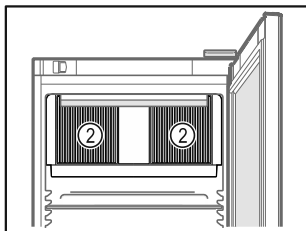

Fig. 64
- A belső térben lévő keringető ventilátor szellőzőnyílásait Fig. 64 (2) tartsa szabadon.